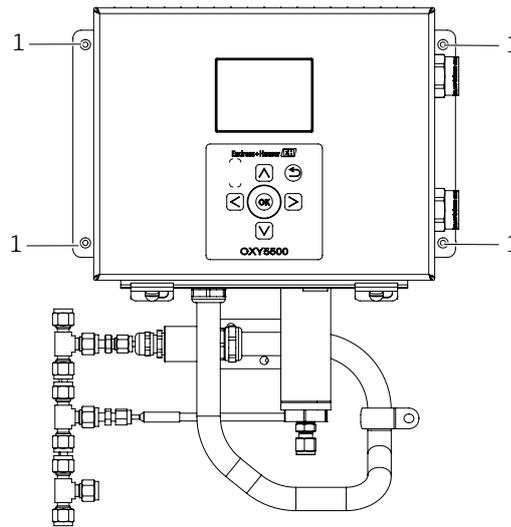

Figure 7. Emplacement des trous de montage de l'analyseur (1)
2. Repérer les trous de montage présents sur l'unité. Voir la figure 7 et les schémas du système dans l'Annexe A → .